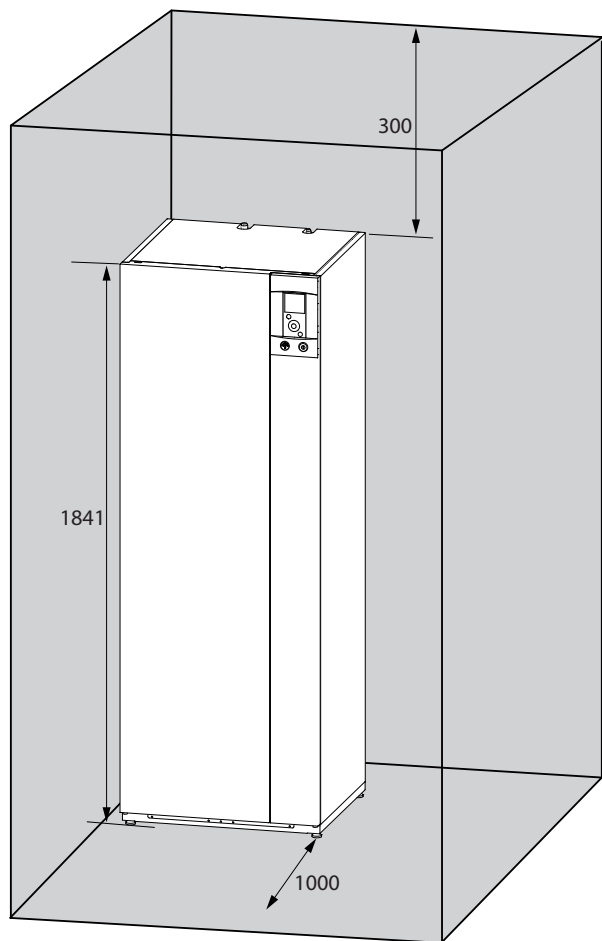

fig. 15 - Spazio minimo d'installazione attorno al modulo idraulico e distanze fino alle pareti combustibili.
- Per facilitare le operazioni di manutenzione e consentire l'accesso alle varie componenti, si consiglia di prevedere uno spazio sufficiente intorno al modulo idraulico (fig. 15).